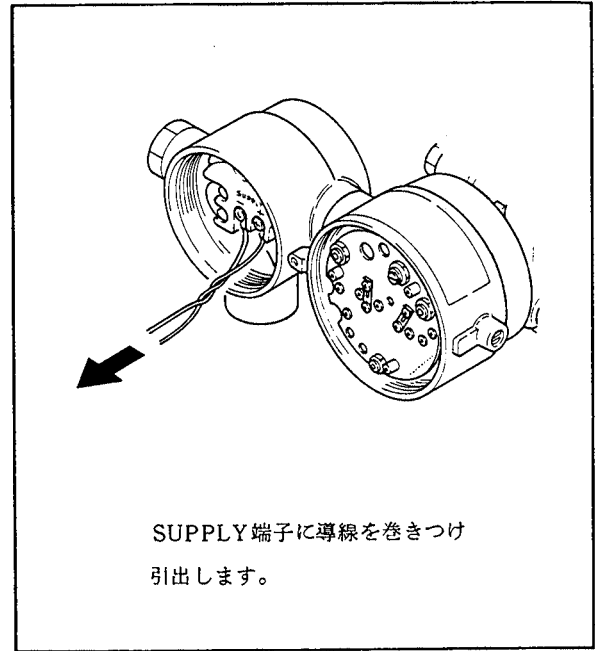

図6.10 ターミナルアセンブリの取りはずし
- (6) 3本のターミナルアセンブリ取付ねじおよび接地端子を取りはずします。
- (7) ターミナルアセンブリを手で取りはずします。取りはずしにくい場合は、SUPPLY端子(+および-)に導線を巻きつけ、導線で引出してください(図6.10参照)。ターミナルアセンブリと端子箱は防水シールをしているため、しっかりした寸法で組み込まれているので、取りはずしにくい場合があります。
- (8) ターミナルアセンブリを取付ける場合は、まずリード線を通し、ターミナルアセンブリを所定の位置に納め、接地端子および取付ねじで固定します。
- (9) 電源等の配線を行ないます。
- (10) 6.5.2項を参照してアンプユニットを取付けます。リード線の圧着端子は、カバーを取付けた時にあたらないよう折り曲げてください。
- (11) 内蔵指示計を付加する場合は6.5.1項を参照して取付け、最後にカバーを取付けます。